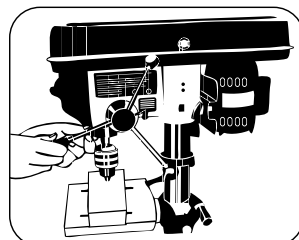

FIGURA 8.7
- Atornille las palancas de aproximación en los orificios localizados en el eje del piñón (Figura 8.7).